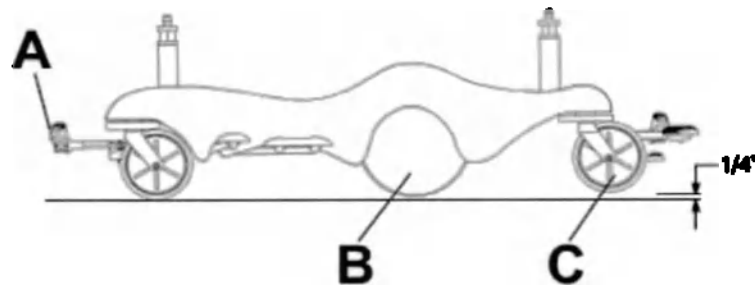

Рисунок 2 – Транспортировка с большим колесом
5. Поставьте педаль тормоза/регулирования угла поворота (А) в положение регулирования угла поворота (см. рис. 2).
• *Когда большое колесо (В) приведено в действие, изделие приподнято и ролики ножного конца (С) не касаются пола. Изделие находится на роликах головного конца и большого колеса, что упрощает управление изделием (см. рис. 2).*